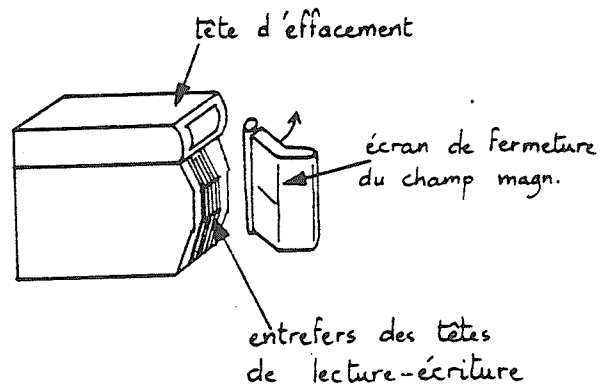

figure 8
- Nettoyer les têtes de lecture-écriture (coton tige humecté d'alcool) en soulevant l'écran de fermeture du champ magnétique (voir fig. 8)